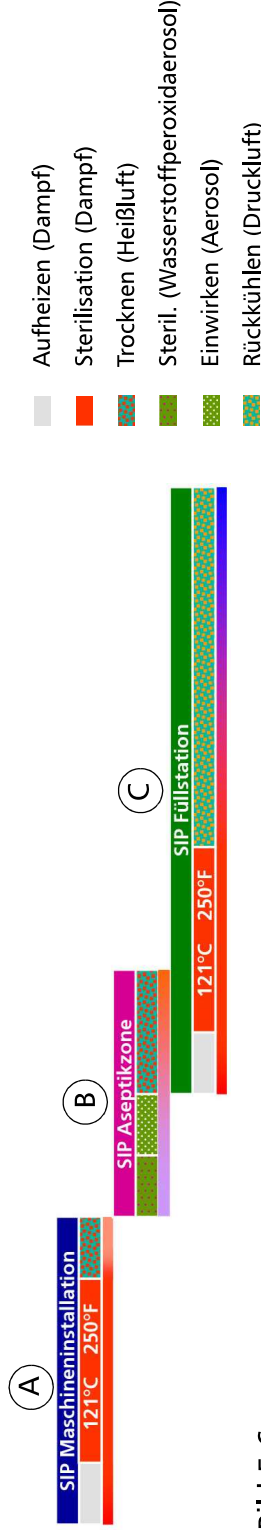

Bild 5-6
- Sterilluftsystem (A, Bild 5-6) (Dampfsterilisation)
- Aseptikzone (B) (Wasserstoffperoxid-Sterilisation)
- Füllstation (C) (Dampfsterilisation)